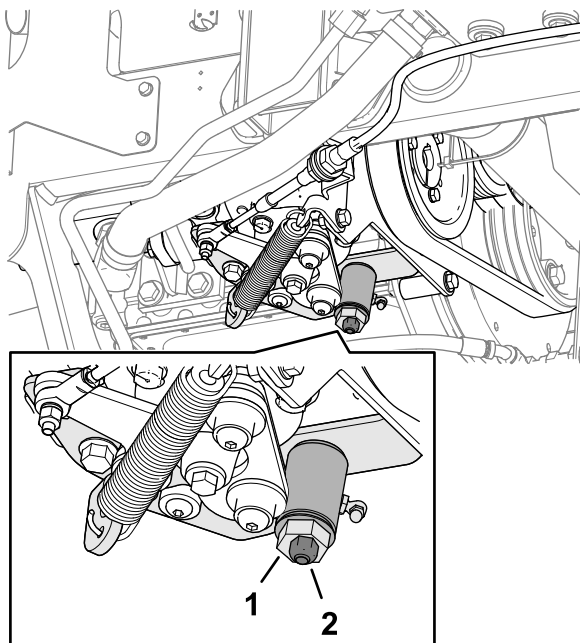

Bild 79
3. Lockern Sie die Sicherungsmutter an der Fahrtriebs-Einstellnocke (**Bild 79**).